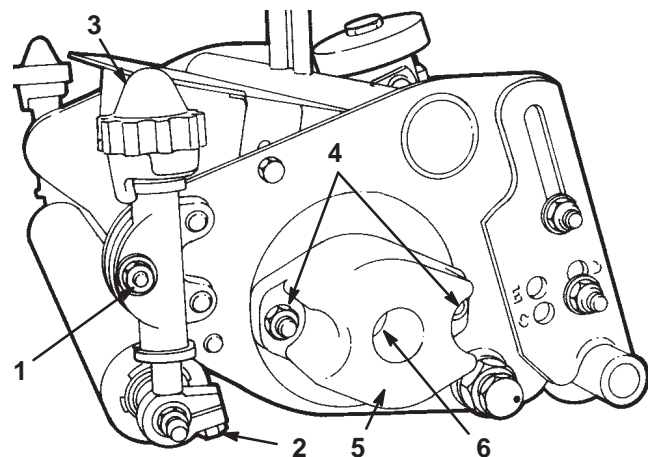

Bild 17
- Lösen Sie an beiden Seiten des Mähwerks die Sicherungsmuttern an den Schnitthöheneinstellstangen und die Klemmschrauben der Rollenwelle (Bild 17).
- Drehen Sie die Einstellräder für die Schnitthöhe, bis sie nicht mehr die Einstellstangen der Schnitthöhe berühren (Bild 17). Die Einstellräder sind an der Oberseite der oberen Scheibe der Schnitthöhenklemme arretiert.
2. Der Widerstand des Spindellagers sollte um 1 Nm liegen (Bild 17). Sie können dies mit einem Drehmomentschlüssel messen.
- A. Nehmen Sie die Befestigungsmuttern von der Gegengewicht-Endkappe ab. Nehmen Sie dann die Endkappe von den Befestigungsbolzen ab (Bild 17).
- C. Halten Sie die Spindel bei aufgestecktem Schlüssel und ziehen Sie die große Spindellagereinstellmutter fest (Bild 17). Ziehen Sie diese an, bis der Widerstand auf die Spindel 1 Nm beträgt.
1. Entfernen Sie die Gegengewichtendkappe (Bild 17).
2. Entfernen Sie die große Lagereinstellmutter von einem Ende der Spindelwelle (Bild 17) und die spezielle Keilmutter am anderen Ende der Spindelwelle.